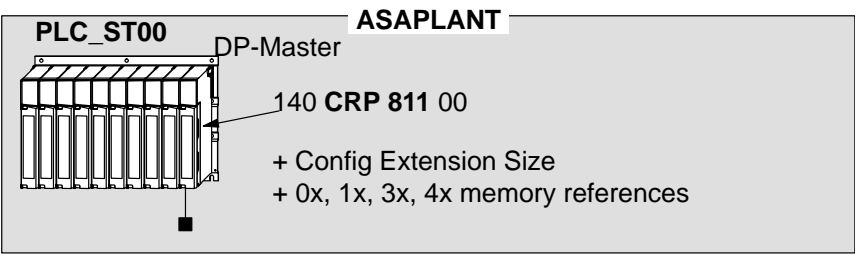

Bild 36 Quantum–Hardware für die PROFIBUS–DP–Projektierung mit Modsoft.
**Hinweis:** Die Darstellung in Bild 36 gilt nur für die DP–Projektierung.